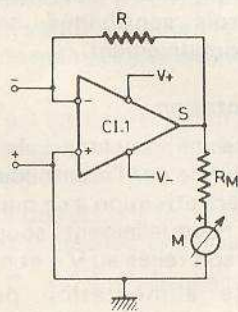

Fig. 1
C'est un appareil coûtant très peu (15 dollars aux Etats-Unis) car il est relativement simple. On y trouve un circuit intégré LM308N, un microampèremètre (M) de 0 à 50 μA , deux potentiomètres, trois commutateurs, trois jacks, deux diodes et quelques composants R et C. Le schéma simplifié de l'appareil de I. QUEEN, est donné à la figure 1.